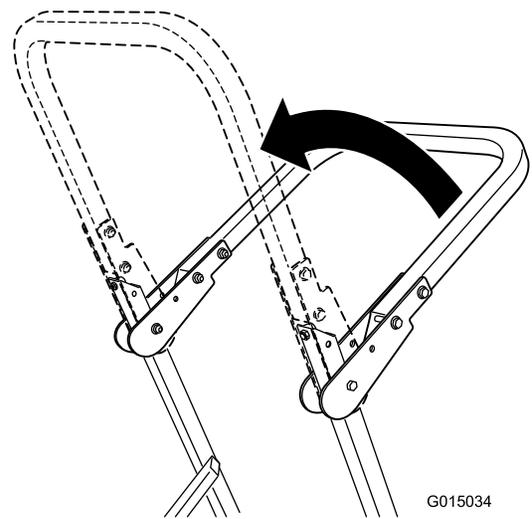

Figure 10
3. Mettez en place les goupilles de verrouillage. Fixez les goupilles de verrouillage avec la goupille fendue (Figure 10).
4. Pour abaisser l'arceau de sécurité, retirez la goupille fendue puis la goupille de verrouillage (Figure 10).
2. Relevez l'arceau de sécurité en position redressée (Figure 10).